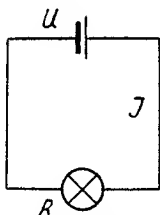

Bild 1. Einfacher Lampenstromkreis
Die Spannung U ist der Ladungsunterschied zwischen zwei Polen, sie ist die Ursache für den Strom I . Die Stromstärke ist proportional der Spannung und umgekehrt proportional dem Widerstand, d. h., mit Erhöhung der Spannung erhöht sich auch die Stromstärke. Wird der Widerstand vergrößert, so wird die Stromstärke kleiner. Diese Beziehungen zeigt das Ohmsche Gesetz; $I = \frac{U}{R}$ (Bild 1).
- b) Amperemeter werden in den in Bild 1 gezeigten Stromkreis eingeschaltet. Der gesamte Strom fließt durch das Meßgerät. Der Innenwiderstand des Amperemeters muß klein sein.